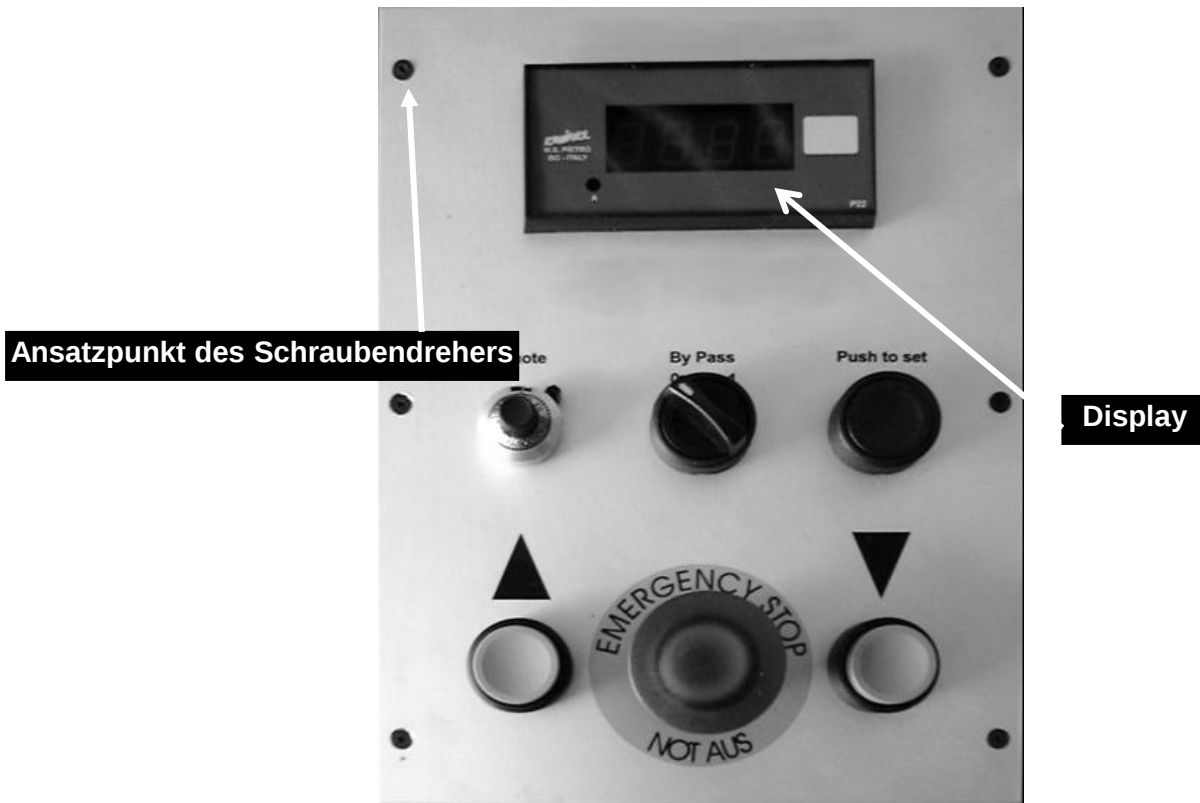

Abb. 8 - 4
1. Entfernen Sie vorsichtig die rote Plastikabdeckung mit einem kleinen Schraubendreher. (Abb. 8 - 4) Am Display darunter befinden sich die Potentiometer zum justieren des Displays.
2. Fahren Sie die Zustellwalze in die oberste Position Abb. 8 - 2
3. Mit einem kleinen Schraubendreher drehen Sie das Potentiometer A Abb. 8 - 6 solange nach links oder rechts, bis auf dem Display **000.0 (0 – Position)** erscheint.